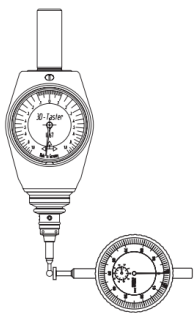

Fig. 2
- Defina o indicador como zero (Fig. 2)